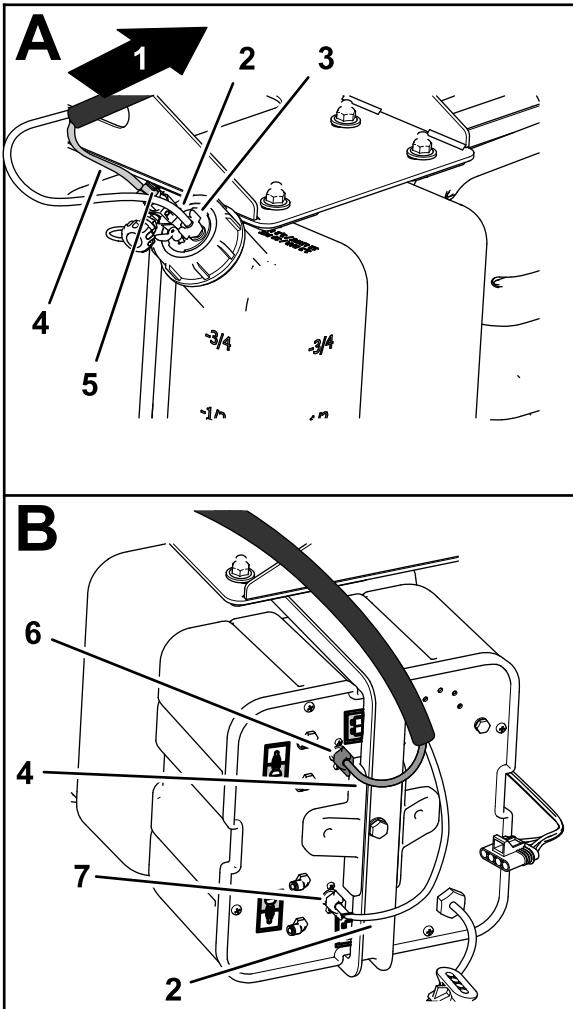

Figura 3
- Enrute los tubos de retorno de compresor a depósito de 92 cm desde el tapón hasta las tuercas de compresión en el lado del compresor (Figura 3).
2. Retire la tuerca de compresión blanca y móntela en el tubo transparente (Figura 3).
3. Monte el tubo transparente y la tuerca de compresión blanca en el acoplamiento lateral del compresor, y apriete la tuerca de compresión blanca a mano (Figura 3).
4. Retire la tuerca de compresión azul del acoplamiento lateral del compresor (Figura 3).
5. Monte el tubo azul y la tuerca de compresión azul en el acoplamiento lateral del compresor, y apriete la tuerca de compresión azul a mano (Figura 3).